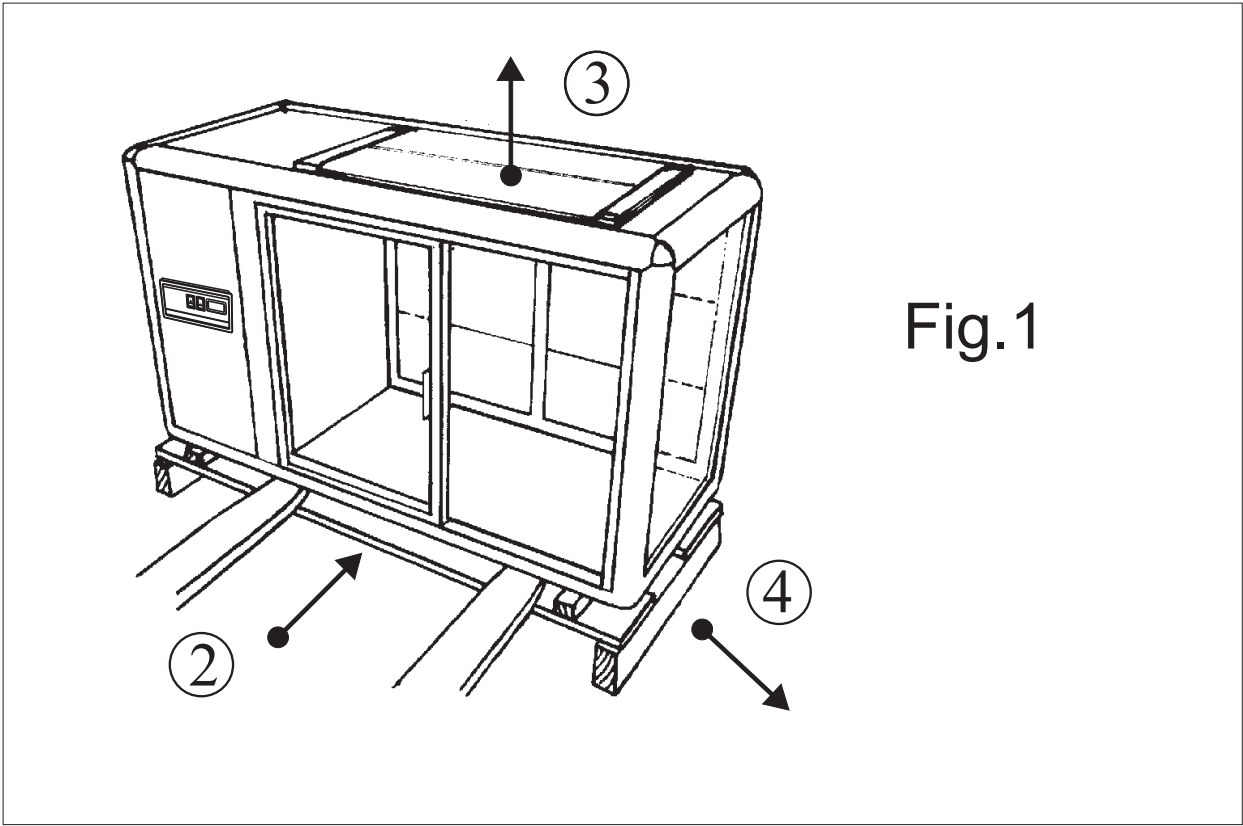

Fig.1
2. Sollevare l'apparecchiatura. **3.** Eliminare il pallet o cassa. **4.** Posare l'apparecchiatura su un piano livellato orizzontale. **5.** Fare attenzione a non lasciare niente nell'imballo prima di buttarlo. **6.** Separare i materiali dell'imballaggio secondo la composizione, in modo da facilitarne lo smaltimento (vedi Fig. 1).